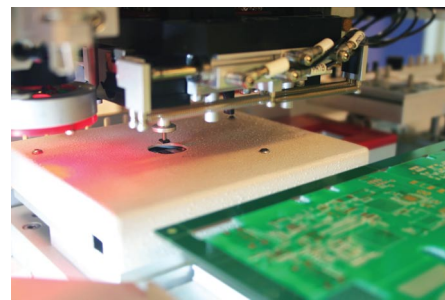

Рис. 9. Электрический тестер входного контроля компонентов
– электрический тестер входного контроля компонентов (см. рис. 9);